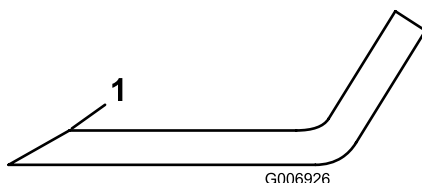

Bild 67
5. Untersuchen Sie die Schnittkanten aller Messer. Schärfen Sie alle stumpfen und ausgekerbten Schnittkanten. Schärfen Sie nur die Oberseite der Schnittkante und behalten dabei den ursprünglichen Schnittwinkel bei, um die Schärfe des Messers zu gewährleisten (**Bild 67**).
6. Wenn das Messer stumpf ist oder Kerben hat, schärfen Sie nur die Oberseite der Schnittkante und behalten den Originalschnittwinkel bei (**Bild 67**).